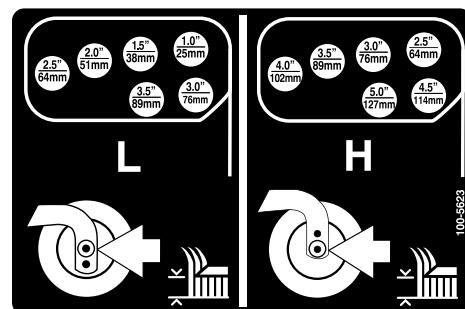

Figura 24
5. Girate il tenditore per alzare o abbassare il braccio di rotazione finché i fori non sono allineati con i fori della staffa dell'altezza di taglio selezionati, nel telaio dell'apparato di taglio (Figura 23 e Figura 24).
Per regolare i pattini rimuovete il bullone flangiato e i dadi, posizionate i pattini come desiderate e montate i dispositivi di fissaggio (Figura 24).